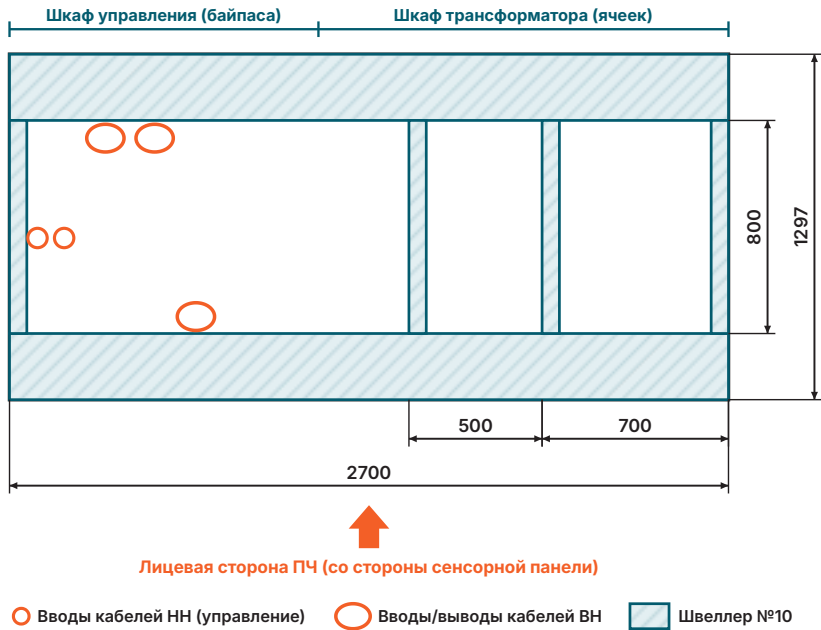

Рис. 18. Фундамент (пример)
- Возможны два способа ввода кабелей: снизу и сверху шкафов (рис. 18 и 19).